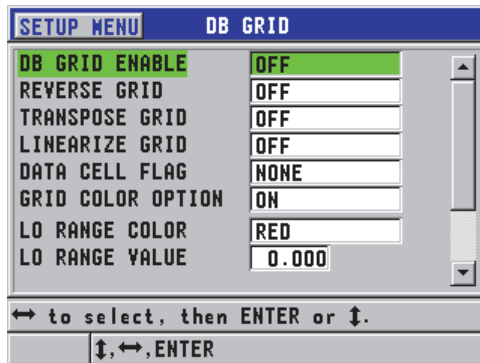

Figura 9-8 Alterar parâmetros da grade de dados
2. Na tela **DB GRID** (veja Figura 9-8 na página 174), proceda da seguinte forma: